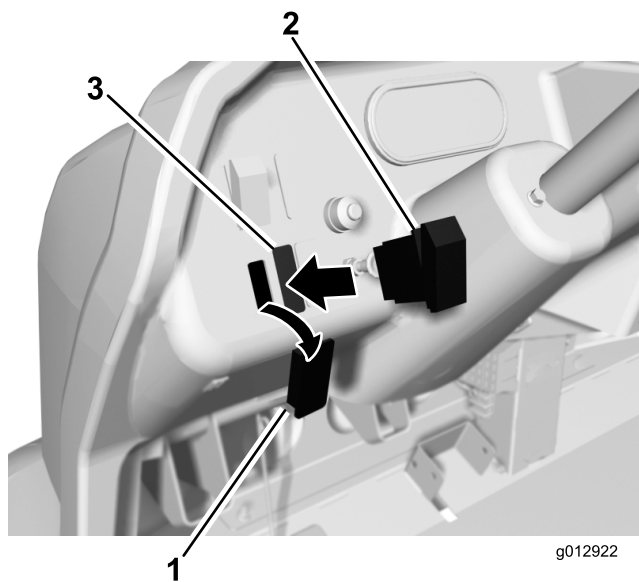

図 3
7. ダッシュボード左側にあるスイッチ取り付け穴をふさいでいるプラグの 1 つを外して使えるようにする 図 3。未使用のスイッチ穴のどれを使ってもよい。
8. ダッシュボードの穴にスイッチを嵌め込む 図 3。
9. コントロールパネルのスイッチの隣にデカルを貼り付ける 図 3。